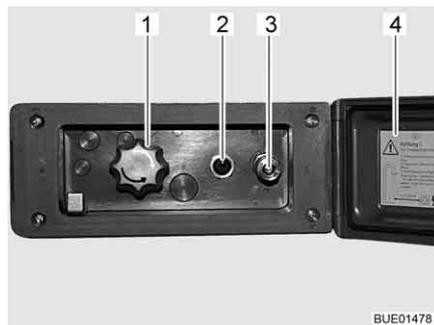

Fig. 139 Branchement de la douche extérieure
- Déverrouiller et ouvrir le couvercle (Fig. 139,4).
- Brancher le flexible de la douche extérieure sur la fermeture rapide (Fig. 139,3).
- Allumer la pompe à eau avec le commutateur (Fig. 139,2).
- Régler la température de l'eau selon ses désirs avec le bouton rotatif (Fig. 139,1).
- Éteindre la pompe à eau avec le commutateur (Fig. 139,2).
- Fermer le couvercle (Fig. 139,4) et verrouiller avec la clé.
- Placer le bouton rotatif (Fig. 139,1) sur la position intermédiaire.